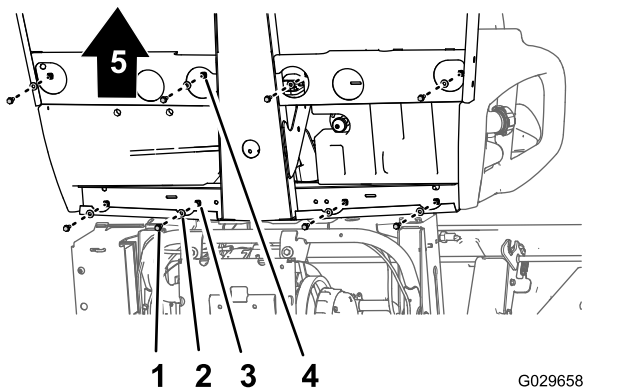
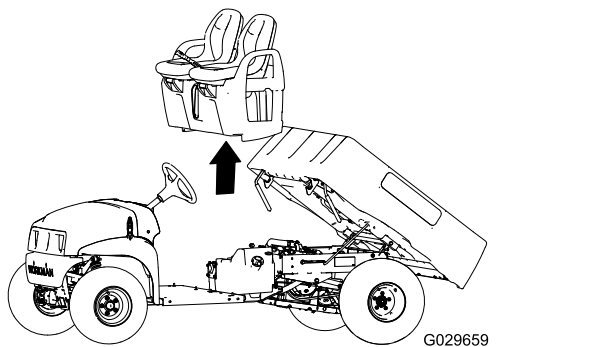

Рисунок 42
Рисунок 43
1. В нижней части автомобиля удалите 8 болтов с фланцевыми головками и 8 шайб, которые крепят основание сиденья к панели пола и заднему швеллеру кабины (Рисунок 42).
- Осторожно поднимите сиденья, основание сиденья и тросы стояночного тормоза с автомобиля (Рисунок 42).
- Поднимите сиденья и основание сиденья для установки на автомобиль и совместите тормозные тросы с ходовой частью (Рисунок 42 и Рисунок 43).
- Совместите отверстия в основании сиденья с отверстиями в панели пола и заднем швеллере кабины (Рисунок 42 и Рисунок 43).